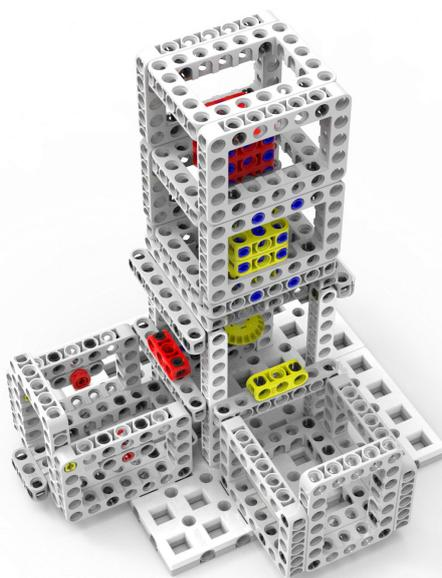

图 7 完成状态一
3.2.2 机器人需要解密红色数据框使其允许写入，使数据包可以下载到数据框内为完成状态一得 80 分；如图 7 所示。